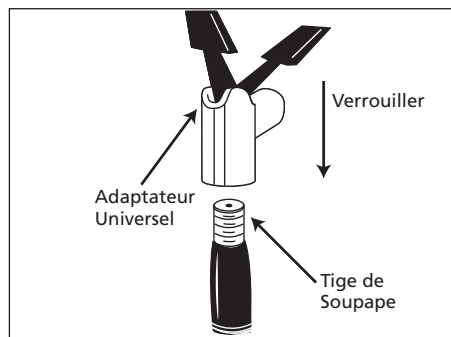

Figure 2
- Une fois que l'adaptateur universel soit fermement en place, appuyer sur le levier d'arrêt afin de le verrouiller sur la tige de soupape (Voir Figure 2).